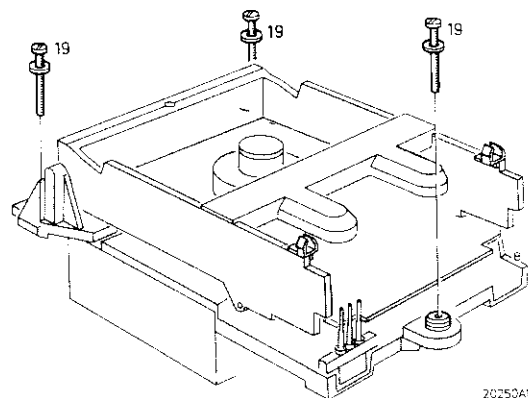
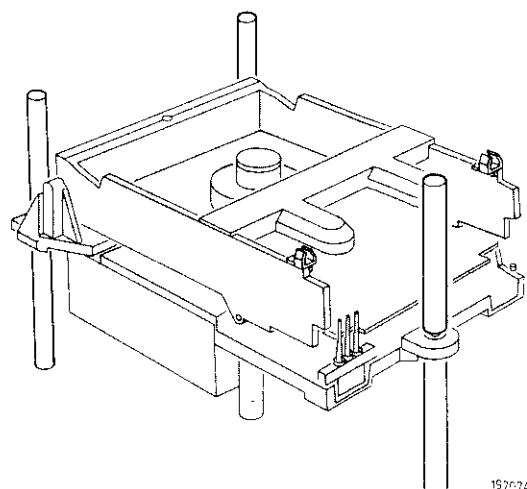

Fig. 2.4
Fig. 2.6
- Die Schrauben 19 (3x) ganz lösen (siehe Abb. 2.4).
- Bei grösseren Reparaturen soll die Verdrahtung des Laufwerks gelöst und das Laufwerk auf die Service-Stützen gestellt werden (siehe Abb. 2.6).
- Die drei Schrauben (Pos. 19 in Abb. 2.4) entfernen und das Laufwerk auf die Service-Stützen über die Befestigungspunkte setzen (Abb. 2.6).